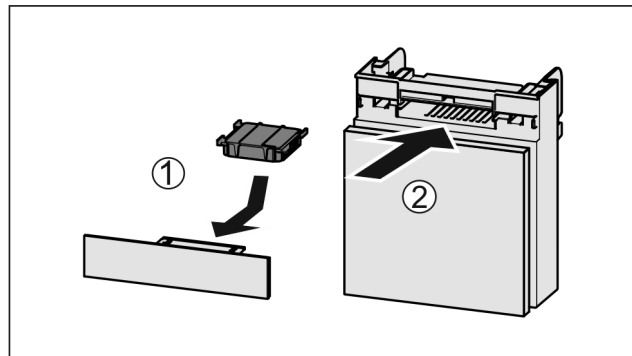

Fig. 178
- ▶ Вставити фільтр з активованого вугілля за малюнком Fig. 178 (1).
- ▶ Вставити відділення Fig. 178 (2).